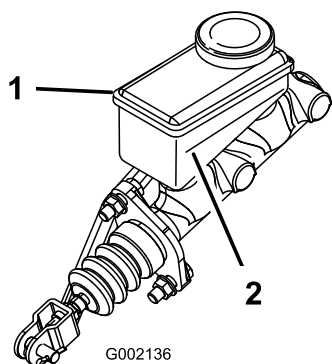

Figura 62
5. Mire el nivel de aceite en el lateral del depósito (Figura 62).
- B. Añada líquido de frenos DOT 3 al depósito hasta que el nivel esté por encima de la línea Mínimo (Figura 62).